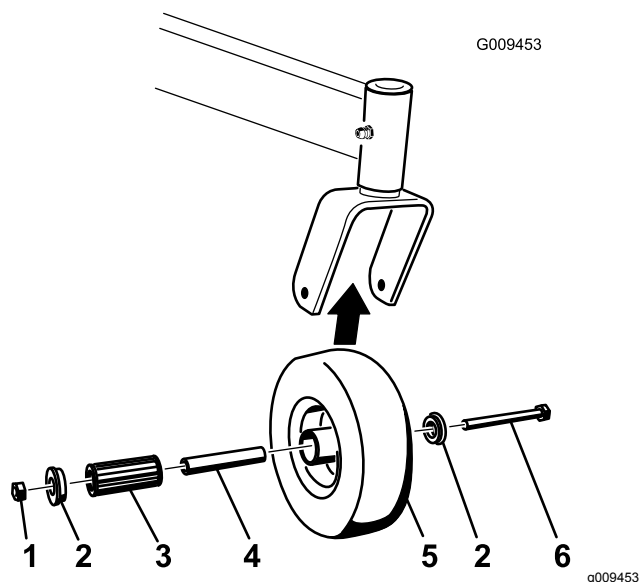

Figura 56
1. Retire la contratuerca y el perno que sujetan la rueda giratoria a la horquilla (**Figura 56**).
2. Retire un solo casquillo y tire del casquillo intermedio y del cojinete de rodillos para sacarlos del cubo de la rueda (Figura 56).
3. Retire el otro casquillo del cubo de la rueda y limpie la grasa y la suciedad del cubo de la rueda (Figura 56).
Nota: Repare o cambie cualquier pieza dañada o desgastada (Figura 56).
5. Coloque un casquillo en el cubo de la rueda (Figura 56).
6. Engrase el cojinete de rodillos y el casquillo intermedio y deslícelos en el cubo de la rueda (Figura 56).
7. Coloque el segundo casquillo en el cubo de la rueda (Figura 56).
8. Instale la rueda giratoria en la horquilla y fíjela con el perno y la contratuerca (Figura 56).
9. Apriete la contratuerca hasta que el casquillo intermedio se apoye contra el interior de las horquillas de las ruedas giratorias (Figura 56).